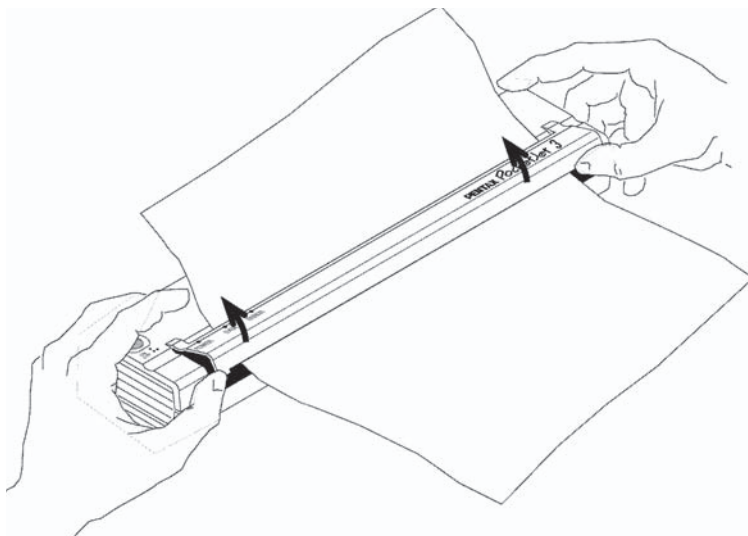

FIGURE 15. Ouverture du capot
- Si l'imprimante *ne commence pas* immédiatement à imprimer, ouvrez le capot au maximum. Consultez les Figures 15 et 16, pages 45 et 46. Sortez-le papier, refermez le capot et réinsérez le papier.
1. Ouvrez doucement le capot au maximum. Consultez la Figure 15.